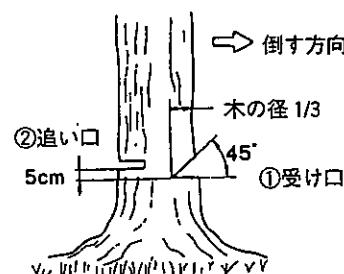

図 23
- まずはじめに倒そうとする側に受け口①を切り込みます。受け口は木の直径の1/3くらいが適当です。(図23)
- 受け口の反対側で受け口の下面より5cm程度高い位置より追い口②を切り込みます。(図23)